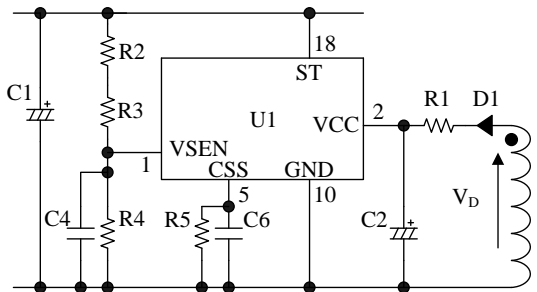

図 8-11 VCC 端子周辺回路
VCC 端子周辺回路を図 8-11 に示します。
IC が動作すると、VCC 端子への印加電圧は、図 8-11 の補助巻線電圧 V_D を整流平滑した電圧になります。
- 図 8-11 の C2 を大きくする、または R1 を小さくする